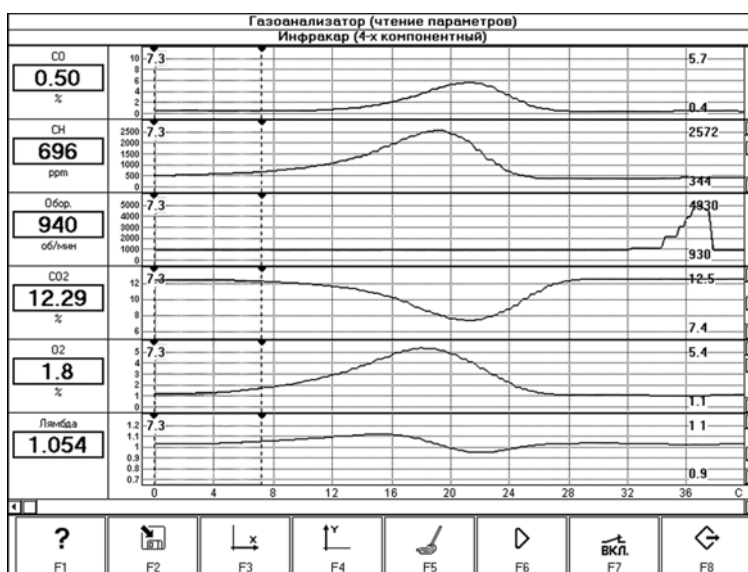

Рис. 9. Контроль параметров выхлопных газов.
6. Включите газоанализатор. В меню «Выбор программы» выберите «Газоанализатор» → «Контроль параметров» и нажмите F6 (начать съем/ завершить съем). На экране появятся графики текущих значений параметров, измеряемых газоанализатором, рис. 9.